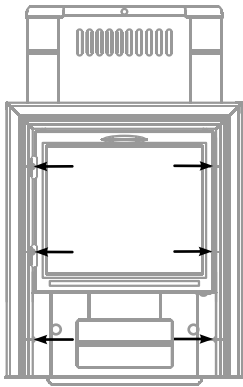

Рисунок 6. Винты для демонтажа дверки при монтаже печи «Гейзер Витра»
1) открутить саморезы 6 шт., (см. рисунок 6) которыми прикрепляется дверка с рамкой к топливному каналу и снять ее;